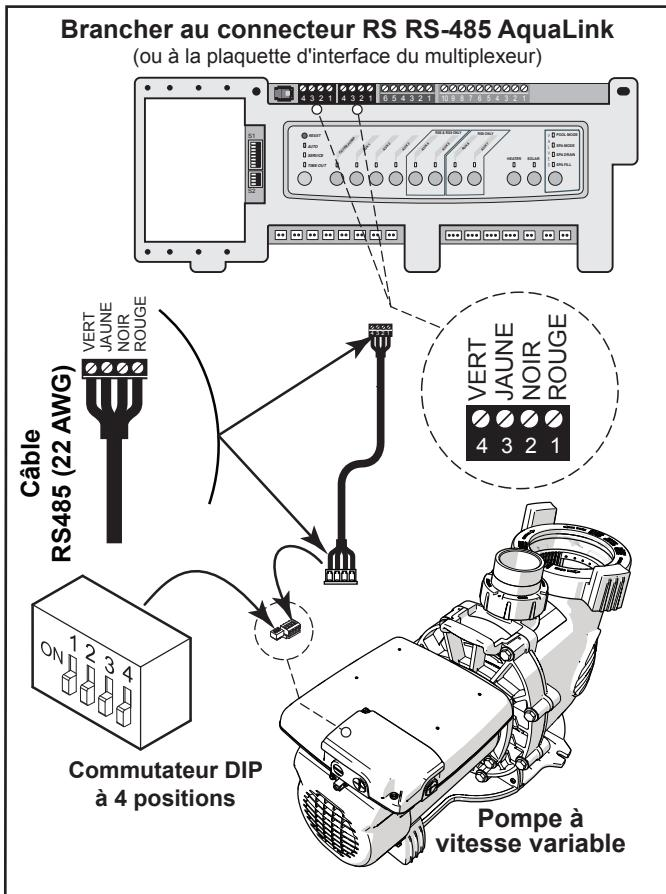

Figure 5. Câblage AquaLink RS, PDA or Z4
- Positionner les commutateurs DIP 1 et 2, doit être en position «OFF» (désactivés). Voir «Figure 5. Câblage AquaLink RS, PDA or Z4».
- Raccorder le nouveau câble RS-485 du régulateur AquaLink par le biais du raccord de compression disponible et passer le câble à 4 conducteurs par l'orifice fileté de l' entraînement du moteur le plus proche du connecteur. Voir la «Figure 5. Câblage AquaLink RS, PDA or Z4»
6. Raccorder l'autre extrémité du câble à un connecteur RS-485 sur le régulateur AquaLink RS (ou carte d'interface du multiplexeur), en faisant correspondre les couleurs de fil avec les positions du connecteur. Voir la "Figure 5. Câblage AquaLink RS, PDA or Z4"
Comme on le voit sur les figures 5 et 6, le commutateur DIP de position présente deux (2) fonctions: sélectionner la direction de la pompe et détermine quel type de contrôleur peut être utilisé avec la pompe.
Voir les figures 5 et 6 pour connaître l'emplacement du compartiment. Un couvercle d'accès retenu par une vis cruciforme doit d'abord être retiré.